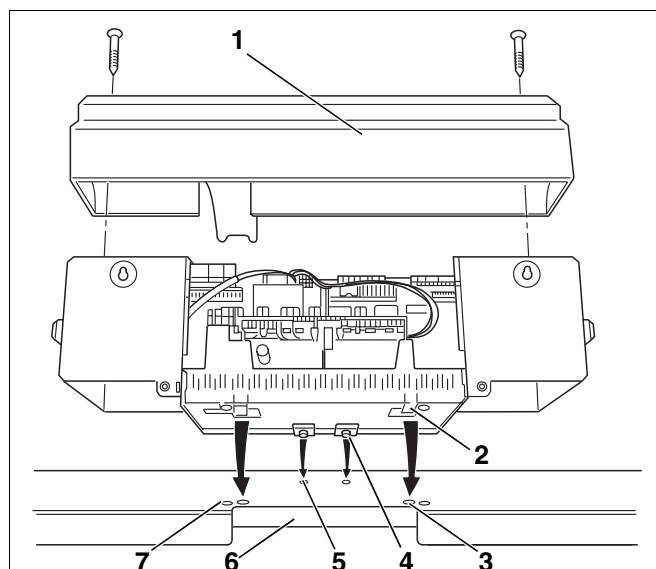

Fig. 34 Montage de l'appareil de régulation
La fig. 34 représente la vue arrière de l'appareil de régulation ainsi que du couvercle avant (fig. 34, **pos. 1**).
- Deserrer les deux vis du capot (fig. 34, **pos. 1**). Retirer le couvercle vers le haut.
- Placer l'appareil de régulation à l'avant avec les crochets d'insertion (fig. 34, **pos. 4**) dans les perforations ovales du capot avant de la chaudière (fig. 34, **pos. 5**).
- Tirer l'appareil de régulation vers l'avant puis le basculer vers l'arrière. Les crochets élastiques (fig. 34, **pos. 2**) doivent s'enclencher à l'arrière dans les ouvertures rectangulaires du capot avant de la chaudière (fig. 34, **pos. 3**).
- Visser le socle de l'appareil de régulation à gauche et à droite du passage de câbles (fig. 34, **pos. 6**) sur le capot avant de la chaudière par les perforations à l'aide de 2 vis à tôle (fig. 34, **pos. 7**).
- Remettre le couvercle en place (fig. 34, page 36) sur l'appareil de régulation.
- Fixer le couvercle de l'appareil de régulation à l'aide des vis (fig. 34, page 36).